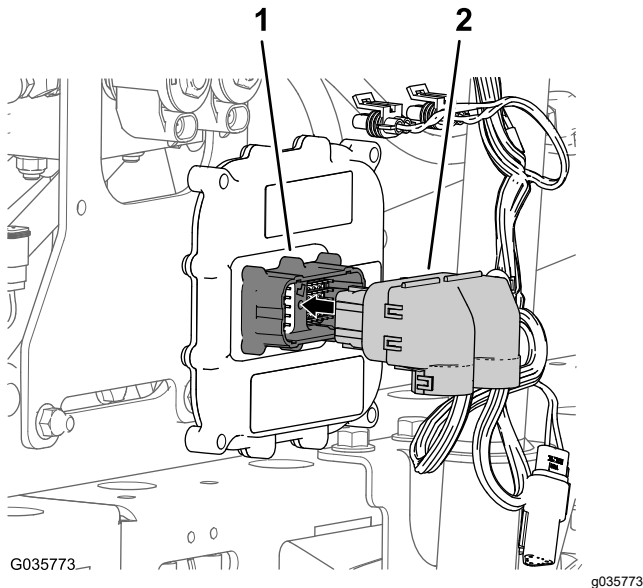

Bild 28
2. Schließen Sie den 50-Buchsen-Stecker des Sonic Boom-Kabelbaums am 50-Stift-Stecker des elektrischen Steuergerät an und befestigen Sie die Anschlüsse mit der Innensechskantschraube (Bild 28).